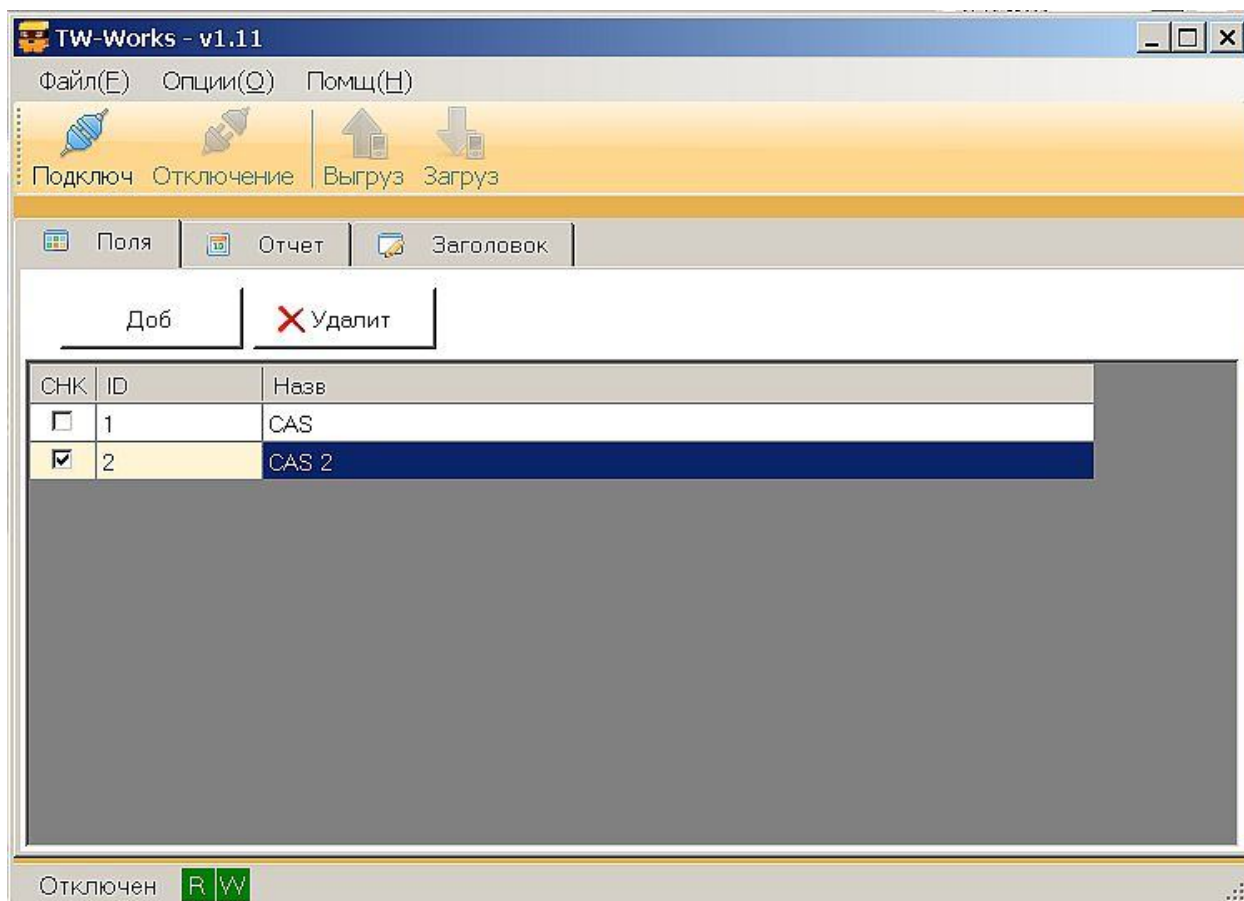

Рисунок 6.2
- Для установки связи с TWN нажать «Подключ.» (см. рисунок 6.2).